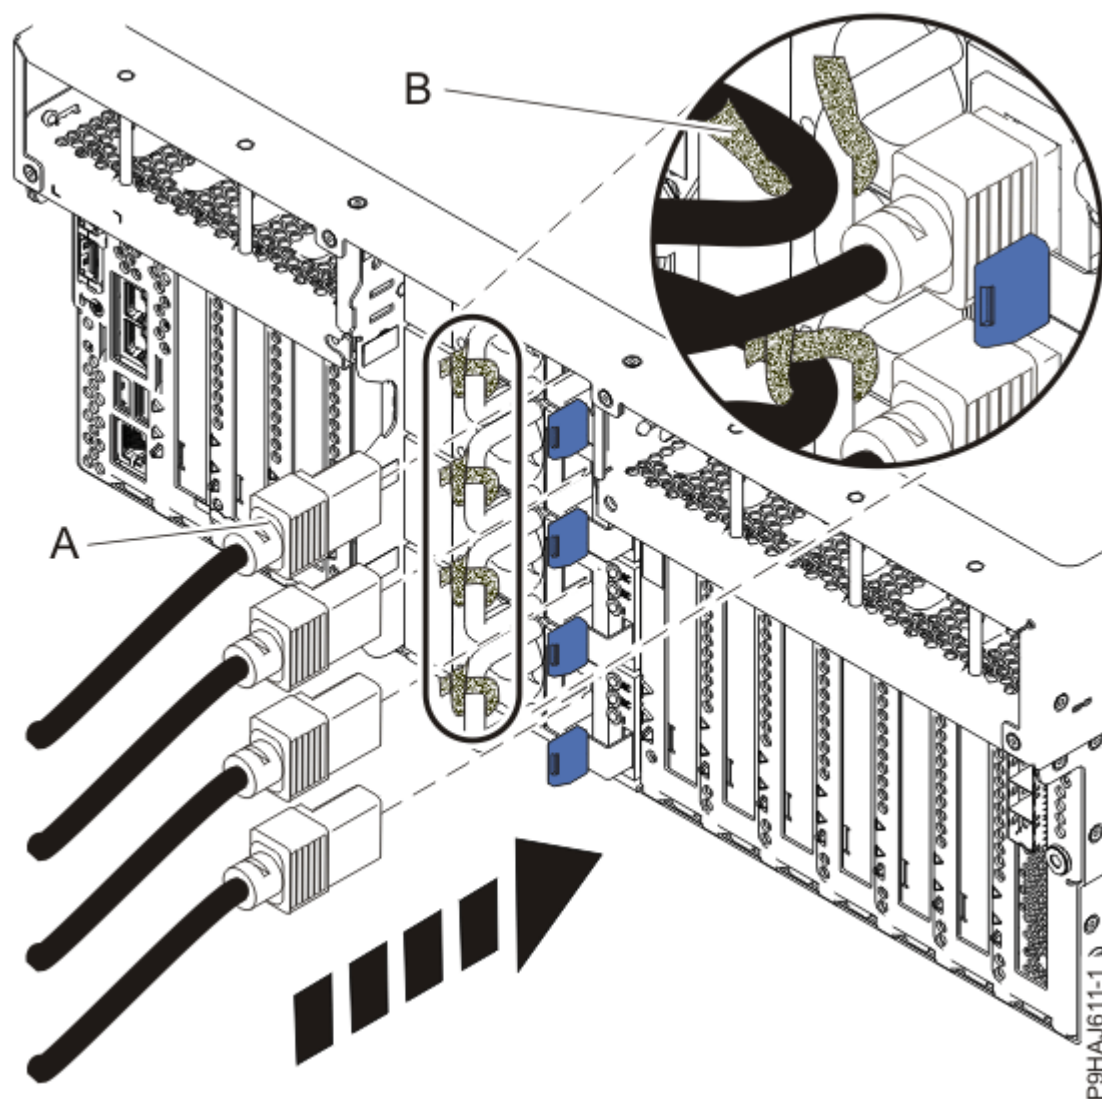
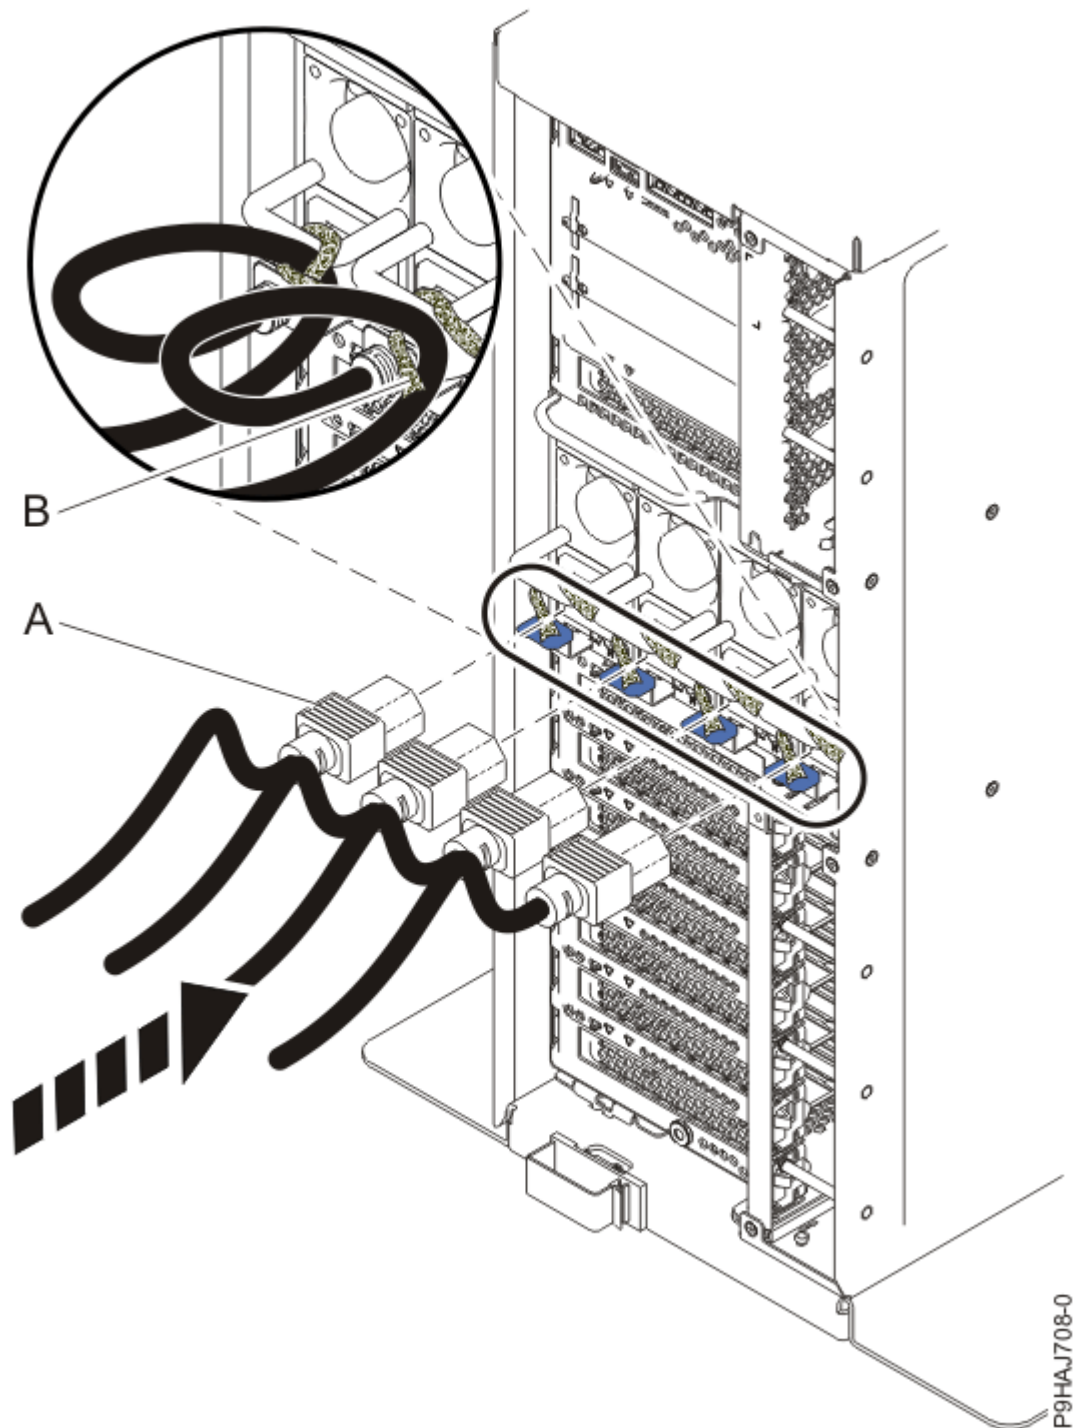

Figura 62. Conexión de los cables de alimentación a un sistema montado en bastidor
Figura 63. Conexión de los cables de alimentación a un sistema autónomo
4. Mediante las etiquetas, vuelva a conectar los cables de alimentación **(A)** a la unidad del sistema. Sujete los cables de alimentación **(A)** al sistema utilizando los mecanismos de sujeción **(B)** tal como se muestra en la Figura 62 en la página 67 o Figura 63 en la página 68.